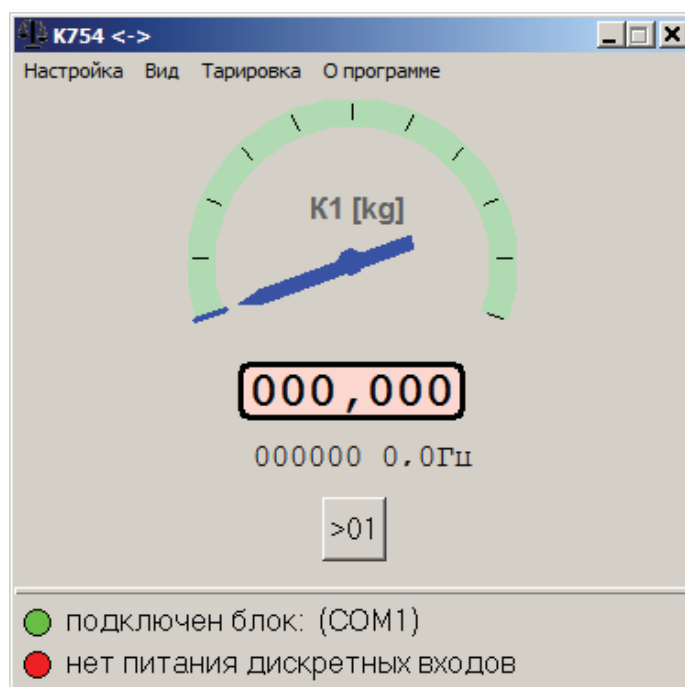

Рисунок 10
1.3.2.3.8 Компенсация веса тары может производиться двумя способами. Нажатием кнопки «► 0◄» в окне рис.10, при установленной таре. Или автономно, при установленной таре, нажатием и удержанием в течении 2-3 сек кнопки подключенной к дискретному входу выбранного для компенсации веса канала измерения К931. Для разрешения тарировки от кнопки в параметре «Условие срабатывания», приведенном на рисунке 11, нужно выбрать одно из условий срабатывания, кроме условий 5 и 6, приведенных в таблице 3.